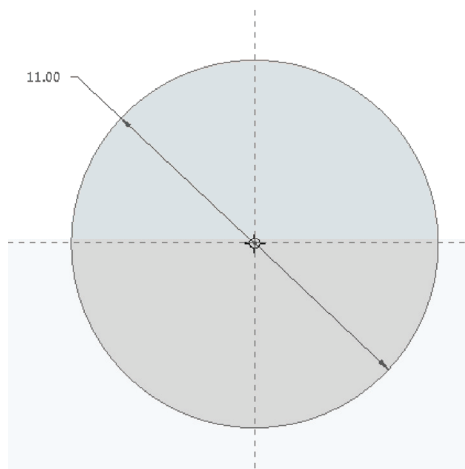

图 6-59 绘制草绘截面一
STEP 03 弹出“草绘”对话框，选择“RIGHT”平面作为草绘平面，接受默认的草绘视图方向和参考，单击“草绘”按钮，进入草绘环境，单击“草绘”选项卡中的相应按钮，绘制草绘截面，如图 6-59 所示。